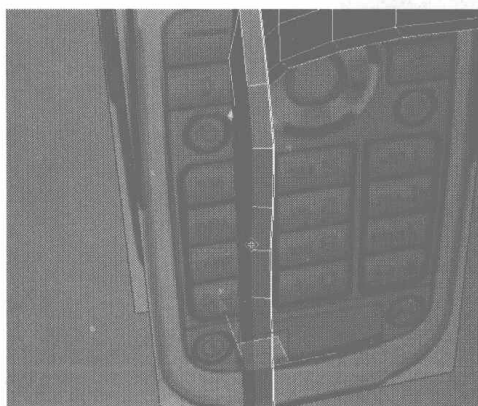

图 4.428
- 13** 切换为面编辑，选择如图 4.428 所示的面，在 Edit Geometry 卷展栏中单击 **Make Planar** 按钮，将选择的面平面化。